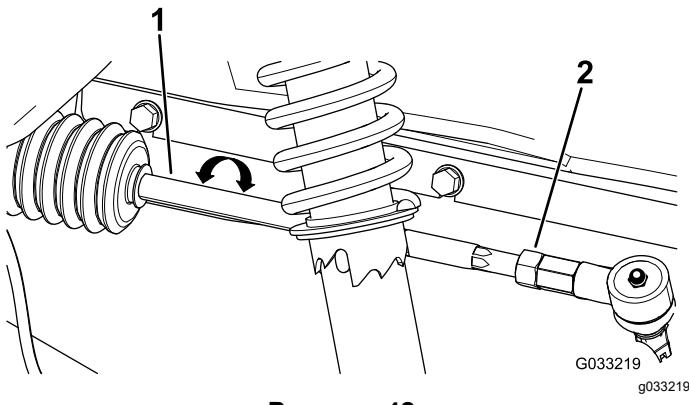

Рисунок 42
- Если измеренное значение выходит за пределы 0–6 мм, ослабьте контргайки с обоих концов тяг (Рисунок 42).